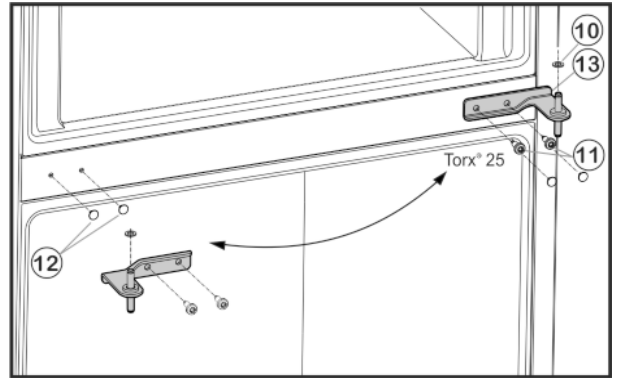

Fig. 5
- ▶ Abdeckungen Fig. 5 (12) vorsichtig abziehen und auf der Gegenseite wieder aufsetzen.